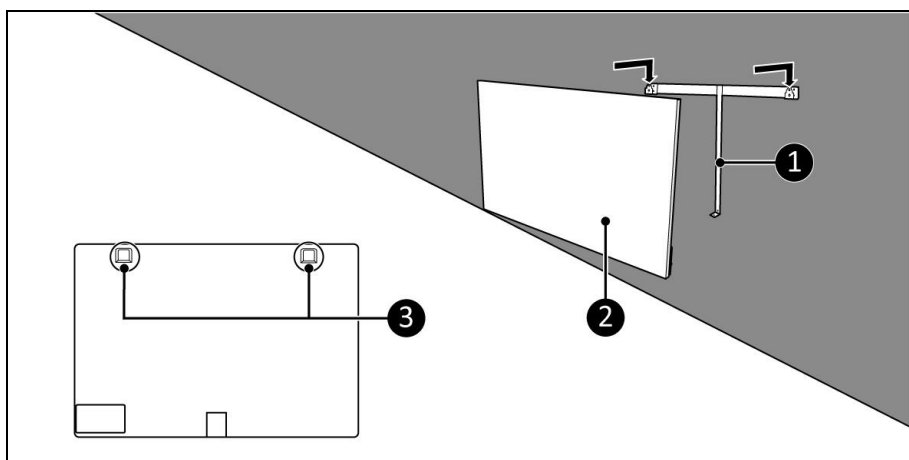

Figure 8
8. Placez les supports de l'appareil (figure 8, pos. 3) sur le support mural (figure 8, pos. 1).
9. Glissez l'appareil (figure 8, pos. 2) dans les ouvertures du support mural.